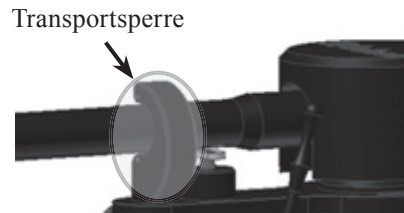

Abbildung 10
5. Entfernen Sie alle Transportschutz-Materialien an der Tonarm-Ruhehalterung. Siehe Abbildung 10.